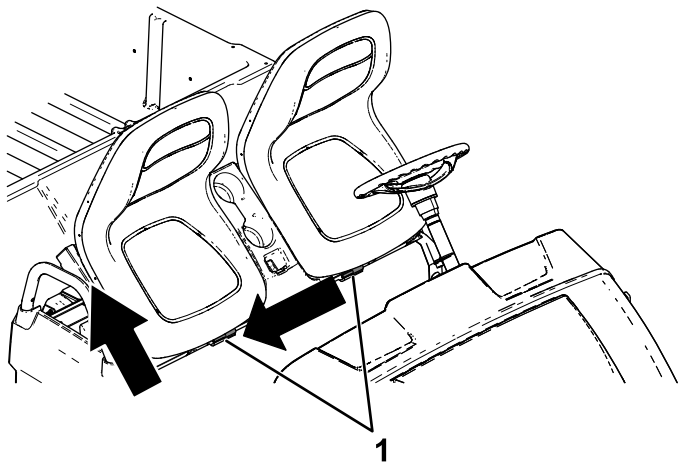

Bild 26
2. Schieben Sie den Sitz seitlich aus den Stiften heraus und heben Sie den Sitz hoch (Bild 26).